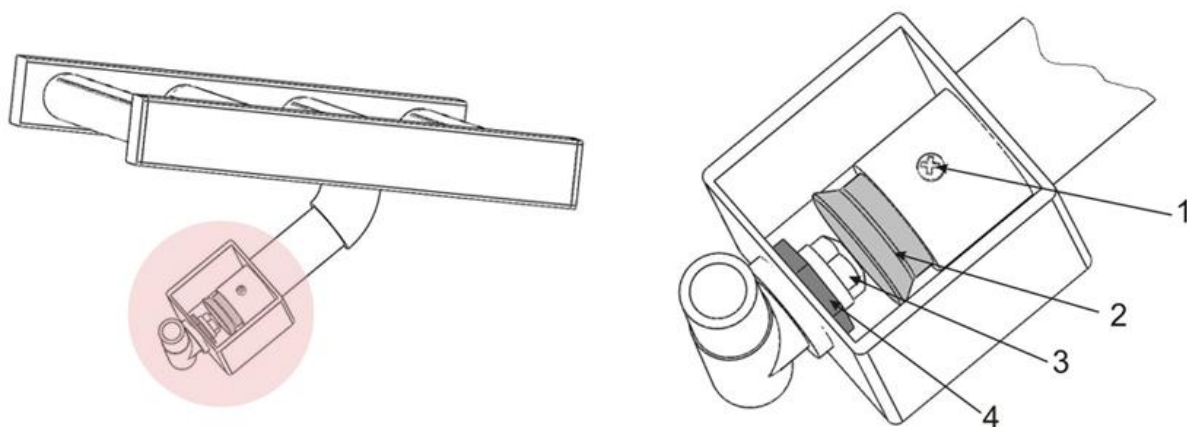

Рис.2. Устройство смесителя горелки гриля
- Найдите смеситель горелки (рис.2).
- Ослабьте отверткой винт крепления цилиндра шибера 1 (рис.2).
- Перемещая цилиндр шибера 2 (рис.2), добейтесь нормального горения пламени.
- При достижении нормального горения пламени затяните винт 1 (рис.2).
- Ослабьте отверткой винт крепления цилиндра шибера 1 (рис.2) и сдвиньте шибер 2 (рис.2).
- Удерживая муфту подводящей медной трубки, отверните сопло 3 (рис.2) ключом на 12.